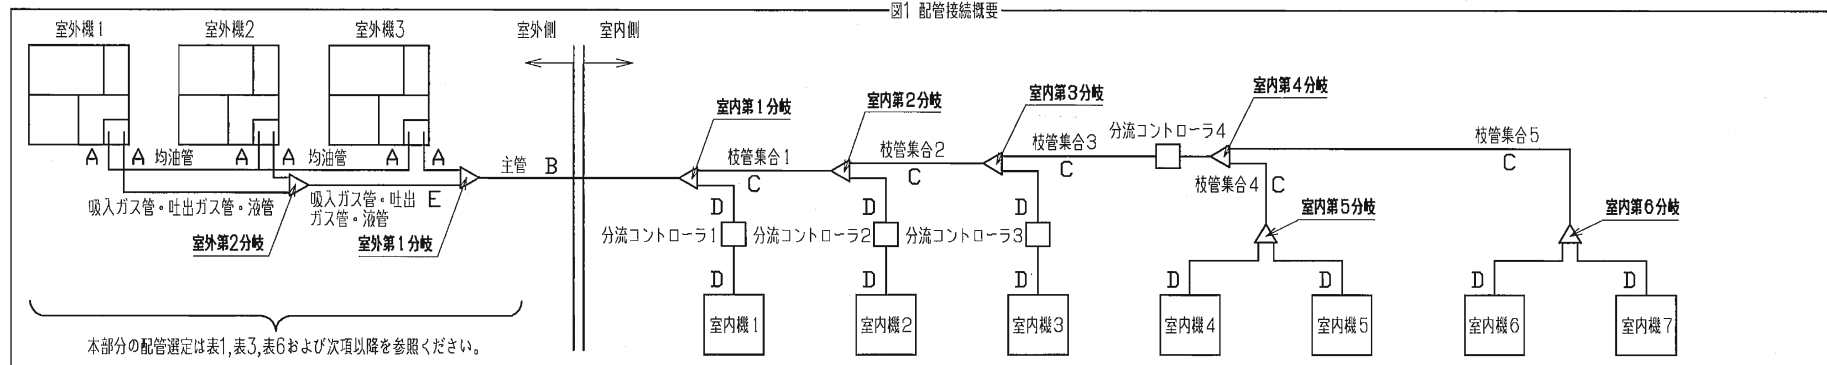

図1 配管接続概要
(1) 室外機～室外側側の分岐間：図1のA部
(2) 主管（室外側の分岐～室内側の第一分岐間）：図1のB部
(3) 3台組合せ用室外分岐管間配管選定：図1のC部
(4) 室内側の第一分岐～室内側分岐間：図1のC部
但し、主管（図1のB部）サイズを超えないでください。
(5) 室内側分岐～室内機間：図1のD部